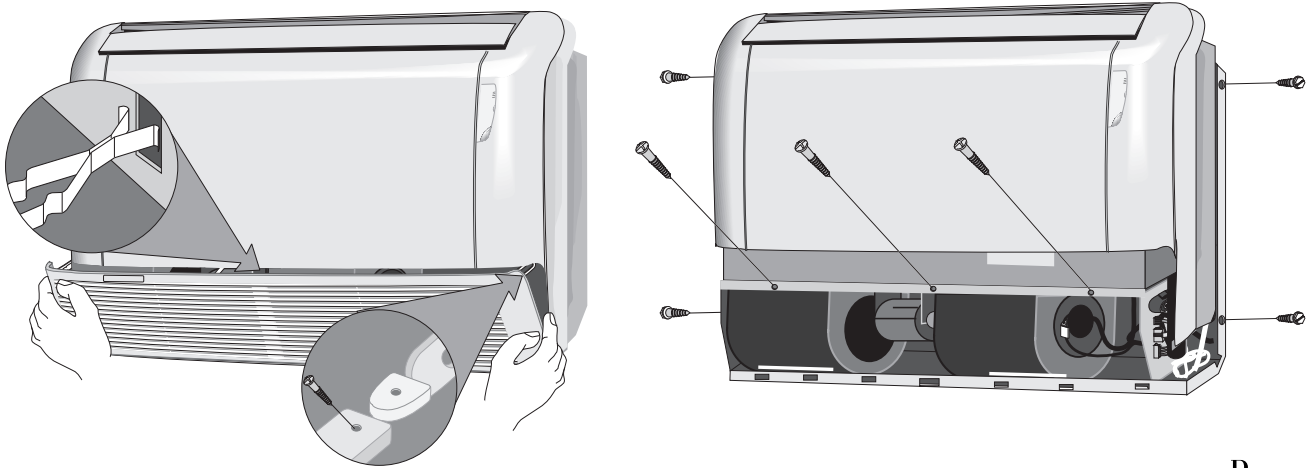

Рис. 4
- Снимите переднюю панель и решетку воздухозаборника водяного теплообменника, как показано на рис. 4 (подробные инструкции к этому шагу приведены на обратной стороне листа).